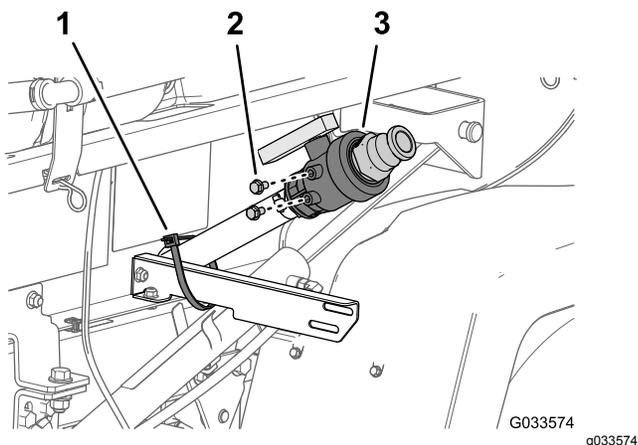

Рисунок 13
1. Снимите кабельную стяжку, которая крепит сливной клапан и шланг для бака опрыскивателя к кронштейну сливного клапана (Рисунок 13).
2. Выверните два болта с фланцевыми головками (5/16 x 5/8 дюйма) из корпуса сливного клапана (Рисунок 13).